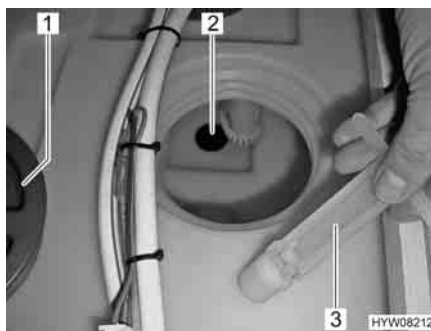

Fig. 115 Serbatoio dell'acqua (tappo di chiusura)
- Svitare il coperchio (Fig. 115,1) del serbatoio dell'acqua.
- Estrarre il tappo di chiusura (Fig. 115,3) dall'apertura di scarico (Fig. 115,2). L'acqua fuoriesce.